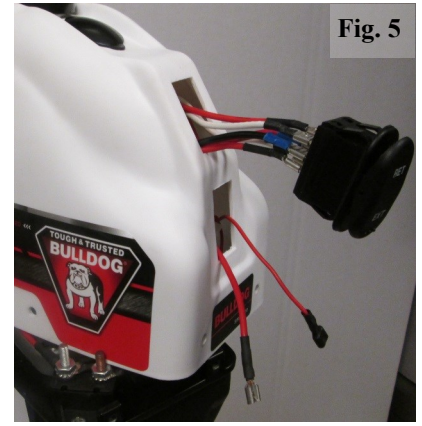

Fig. 5
4. Tome los dos cables que quedan para el interruptor de luz ON/OFF e insértelos a través del puerto del interruptor inferior en la cubierta (Fig. 5).